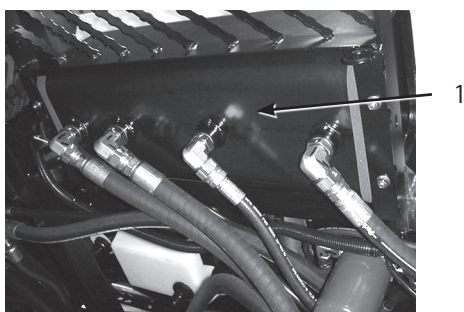

図43
2. 油圧オイルタンクの底面についているホースのうちの1本の周辺をきれいに拭く（図43）。
4. ホースのフィッティングをタンクから外してオイルを容器に受ける（図43）。